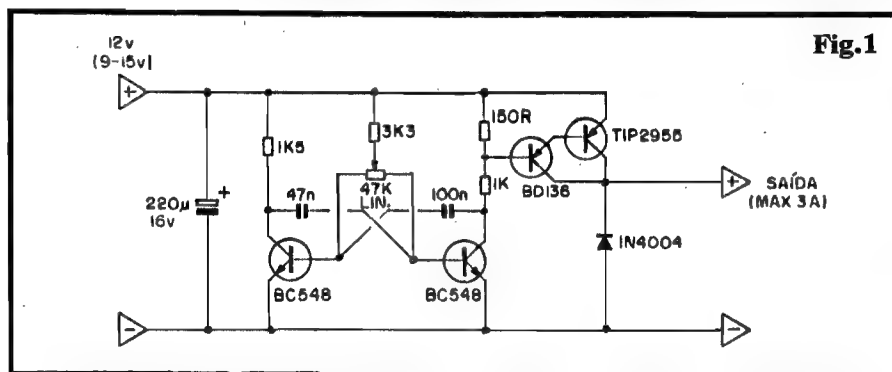

Fig.1
- FIG. 1 - O CIRCUITO - Estonteante simplicidade (o que - como Vocês sabem - não é sinônimo de ineficiência...): dois transistores comuns, iguais (BC548) trabalham em multivibrador ASTÁVEL, ou seja, um oscilador em "gangorra", formado por um par de amplificadores nos quais a